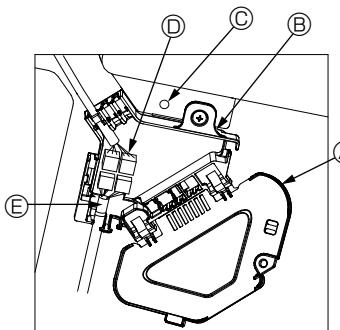

Fig. 10-8
- ① Снимите один винт, которым крепится крышка коннекторной коробки, а затем откройте крышку.
- ② Надежно подключите переходное соединительное устройство мотора дефлектора и соединительный провод мотора дефлектора панели в коннекторной коробке. (Fig. 10-8)